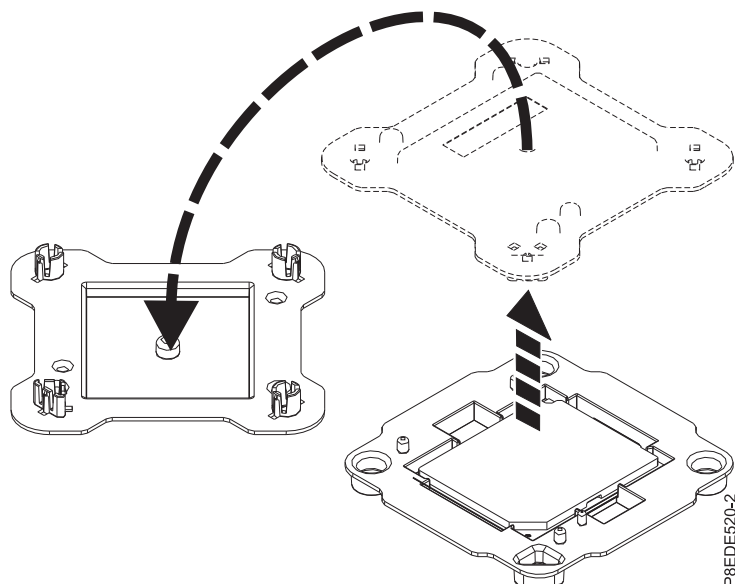

Figura 2. Abrindo a embalagem do módulo de processador do sistema
3. Abra a embalagem do novo módulo de processador do sistema e coloque a tampa voltada para baixo ao lado da bandeja, conforme mostrado na Figura 2 na página 5. A tampa é usada para o módulo de processador do sistema que você está substituindo.